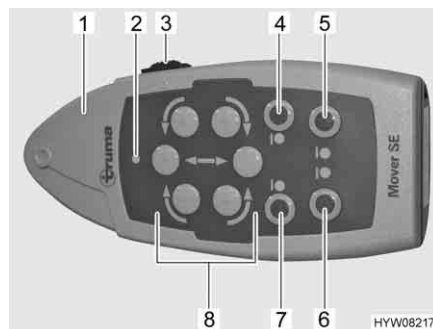

Bild 3 Fjärrstyrning
- Ställ skjutreglaget (Bild 3,3) på fjärrkontrollen (Bild 3,1) på "PÅ" (I). När den gröna lysdioden (Bild 3,2) lyser är manövreringssystemet driftklart.
- Sväng in drivrullarna mot däcken på båda sidorna. Tryck då på knapparna "sväng in" (Bild 3,4 och 7).
- Flytta fordonet till önskat ställe med hjälp av riktningssknapparna (Bild 3,8).
- Sväng bort drivrullarna från däcken på båda sidorna. Tryck då på knapparna "sväng ut" (Bild 3,5 och 6).
- Ställ skjutreglaget (Bild 3,3) på fjärrkontrollen på "AV" (0).